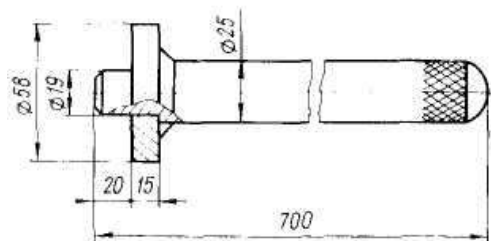
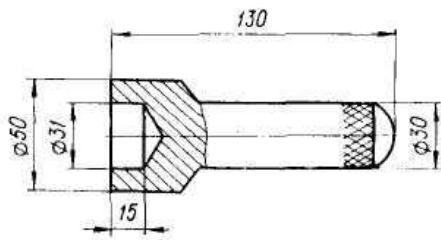
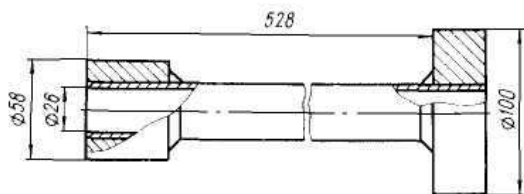
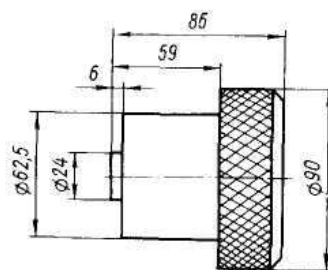

Рис. 146. Оправка для выпрессовки и запрессовки подушки со средним подшипником в сборе
Рис. 147. Оправка для напрессовки подшипника на зубчатый хвостовик
Рис. 149. Подставка для запрессовки среднего подшипника с подушкой в сборе
Рис. 150. Оправка для запрессовки приводного вала в средний подшипник и зубчатого хвостовика с подшипником в сборе в кожух
- установите кожух на плиту вторым фланцем и с помощью оправки (рис. 146) выпрессуйте резиновую подушку с подшипником в сборе и второй зубчатый хвостовик с подшипником с посадочных мест кожуха. Извлеките хвостовик и средний подшипник с подушкой;
1 — подставка (рис. 149); *2* — средний подшипник с подушкой в сборе; *3* — кожух приводного вала; *4* — оправка (рис. 146); *5* — вал приводной; *6* — хвостовик зубчатый с подшипником в сборе; *7* — оправка (рис. 150); *8* — оправка (рис. 147)
- напрессуйте на зубчатые хвостовики до упора крайние подшипники с помощью оправки (рис. 147) и при помощи щипцов наденьте стопорные кольца. Подшипники должны вращаться без заеданий;